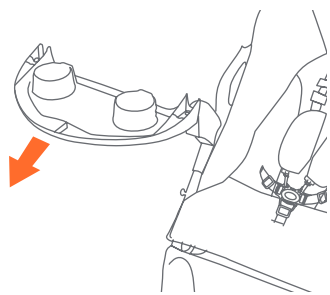

Fig. 11b
- Para retirar la bandeja para niños: Presione el botón de liberación y gire la bandeja á 180 grados y jale la bandeja hasta que se libere (Fig. 11b).